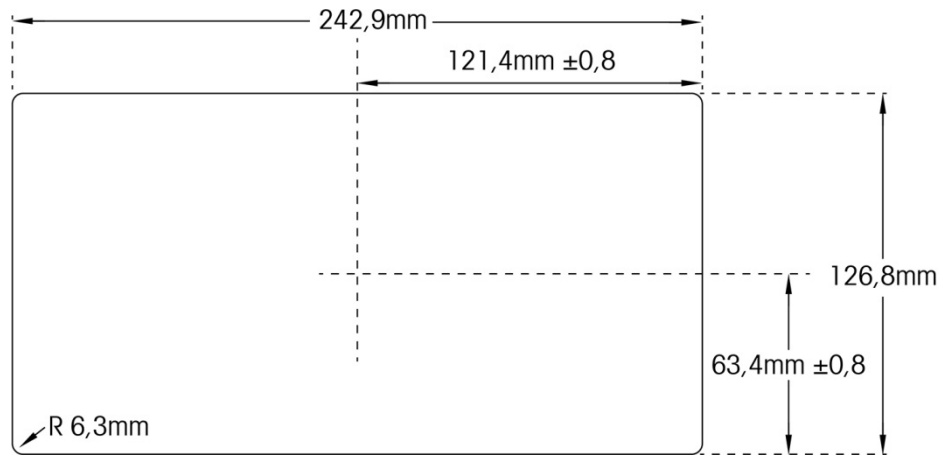

Figura 2-10: Dimensiones del recorte del panel
4. Haga una abertura en el panel o caja industrial según las dimensiones del recorte del panel mostradas en pulgadas y [mm] en la Figura 2-10.